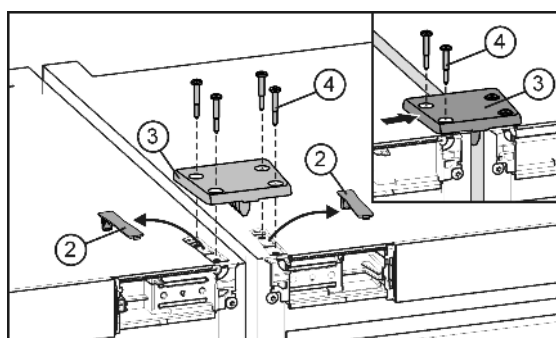

Fig. 5
- ▶ Откачете и свалете капачицете Fig. 5 (2).
- ▶ Поставете свързващата плоча Fig. 5 (3) и я закрепете хлабаво с два винта Fig. 5 (4) към единия уред.